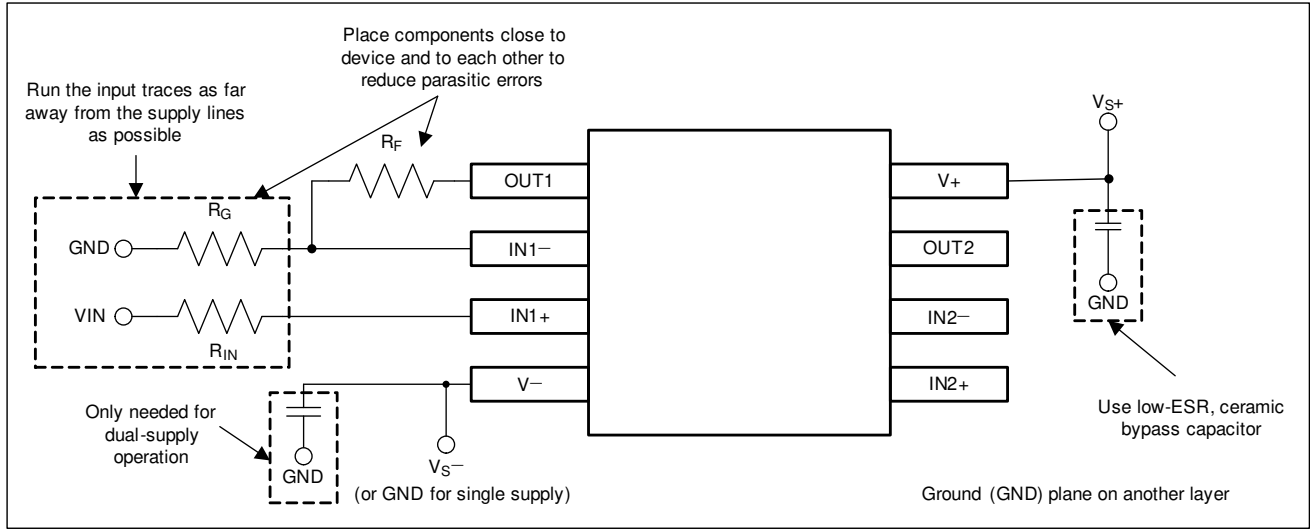

图 9-3. 同相配置的运算放大器电路板布局
- 外部组件的位置应尽量靠近器件。使 R_F 和 R_G 接近反相输入可最大限度地减小寄生电容（如图 9-3 所示）。